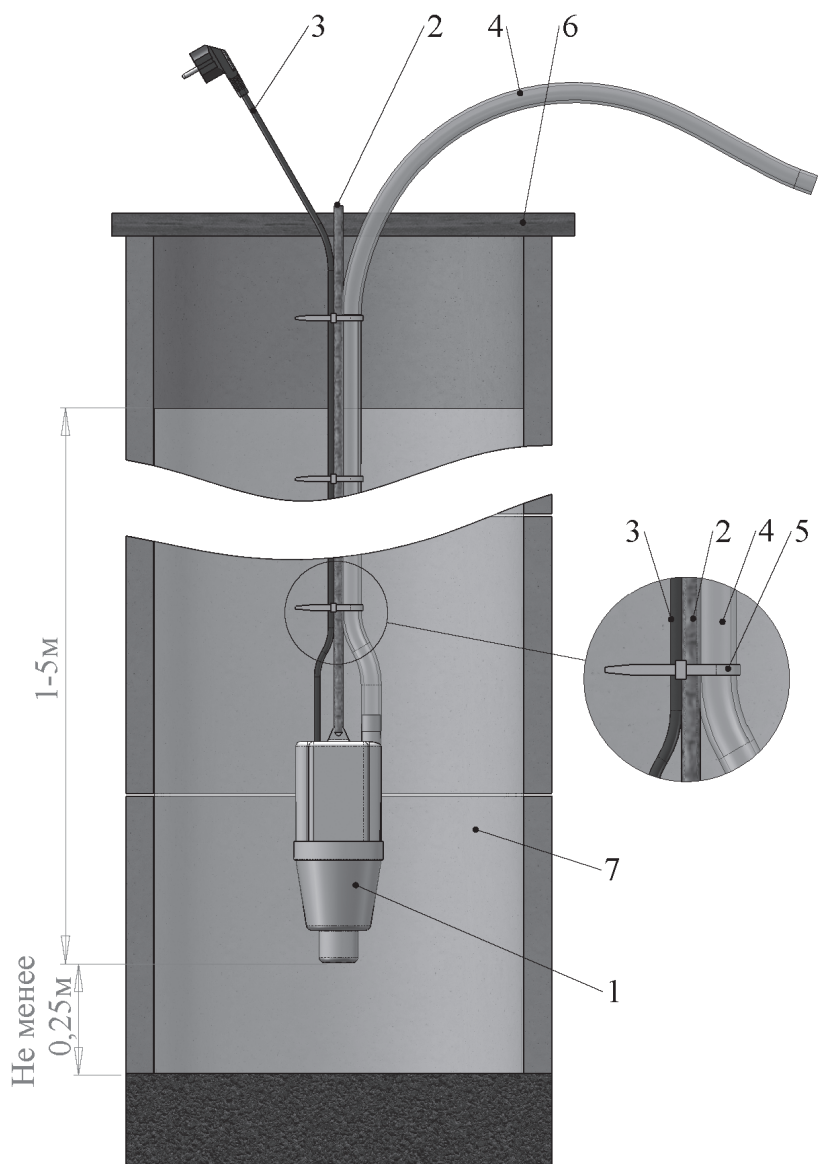

Рисунок 3. Монтаж Насоса.
2.3. Монтаж **Насос «Водолей – С»** изображён на Рис. 3.
5.10. Когда завершён монтаж системы водоснабжения согласно рис 2 , а **Насос «Водолей – С»** установлен в водоисточнике 6 согласно Рис. 3, необходимо проверить работу **Станции «АВТОЛЕЙ 150-250В»**. Для этого надо открыть кран